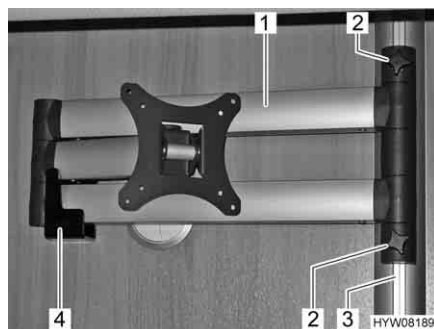

Fig. 65 Schermo piatto sul braccio snodato
- Svitare le viti a testa cilindrica zigrinata (Fig. 65,2).
- Spingere verso l'alto il braccio snodato (Fig. 65,1) nella guida (Fig. 65,3), finché esso non viene più sostenuto dal supporto (Fig. 65,4).
- Stringere di nuovo le viti a testa cilindrica zigrinata (Fig. 65,2).